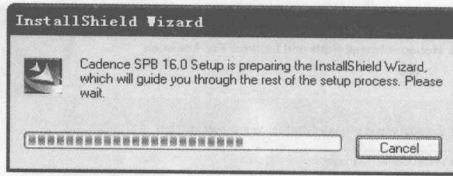

图1-5 安装向导窗口
(1) 系统会自动运行 Setup.exe，或打开光盘，手动双击 Setup.exe 文件，出现如图 1-5 所示的【安装向导】窗口。